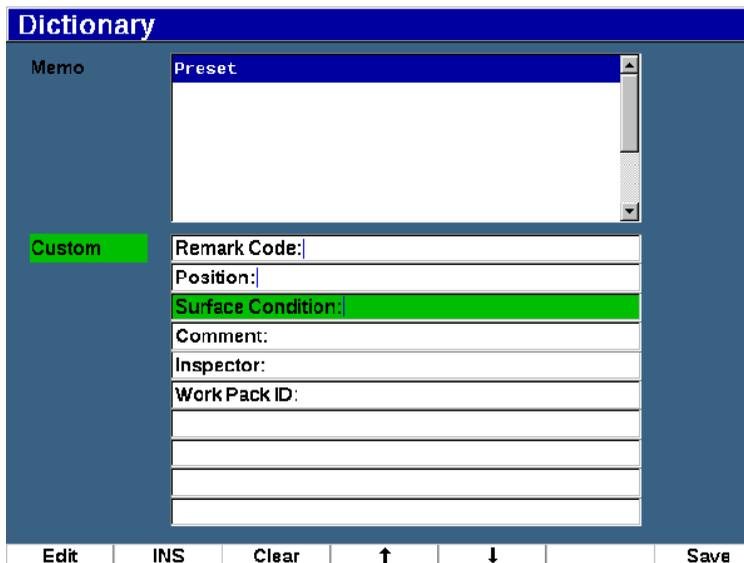

Рис. 10-15 Страница Dictionary (Словарь)
5. Нажмите **INS** (клавиша P2) чтобы включить пользовательский элемент в примечание и вернуться к первой странице настройки Memo (см. Рис. 10-15 на стр 220).